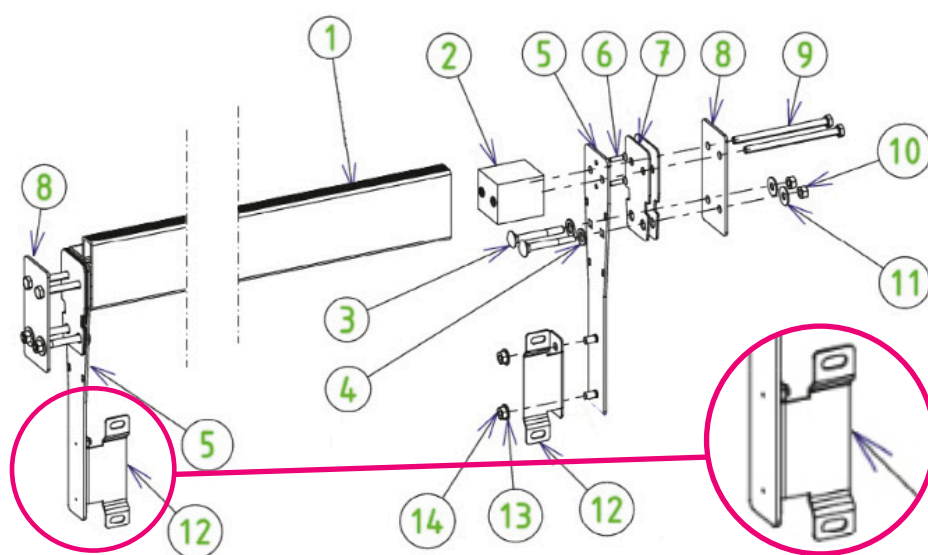

Figura 42 – Ensamblaje y montaje de la vigueta
Los pasos para montar la vigueta se ilustran en la **Figura 42**. Los tornillos necesarios para este montaje están en la bolsa Y. En esta figura, la pared de madera está ubicada entre las piezas 7 y 8, y el liner está ubicado entre las dos juntas de goma (7).
Monte las dos escuadras de soporte del pasamuros (12) sobre las platinas (5) utilizando cuatro tuercas (14) y cuatro arandelas (13) de 8 mm de diámetro de acero inoxidable A4. Los salientes sobre los cuales se ubican los orificios alargados sobre las escuadras (12) deben ubicarse en el mismo lado que la vigueta (ver zoom **Figura 42**).
Por último, fije la pared de separación sobre las escuadras (parte 12 de la **Figura 42**) mediante cuatro tornillos estufa (7) de 8 x 16, cuatro arandelas y cuatro tuercas de 8 mm de diámetro de acero inoxidable A4.